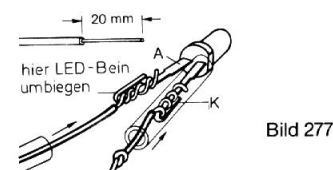

Bild 277
- () Den blanken Draht um den Katoden-Anschluß der LED wickeln, wie Bild 277 zeigt.